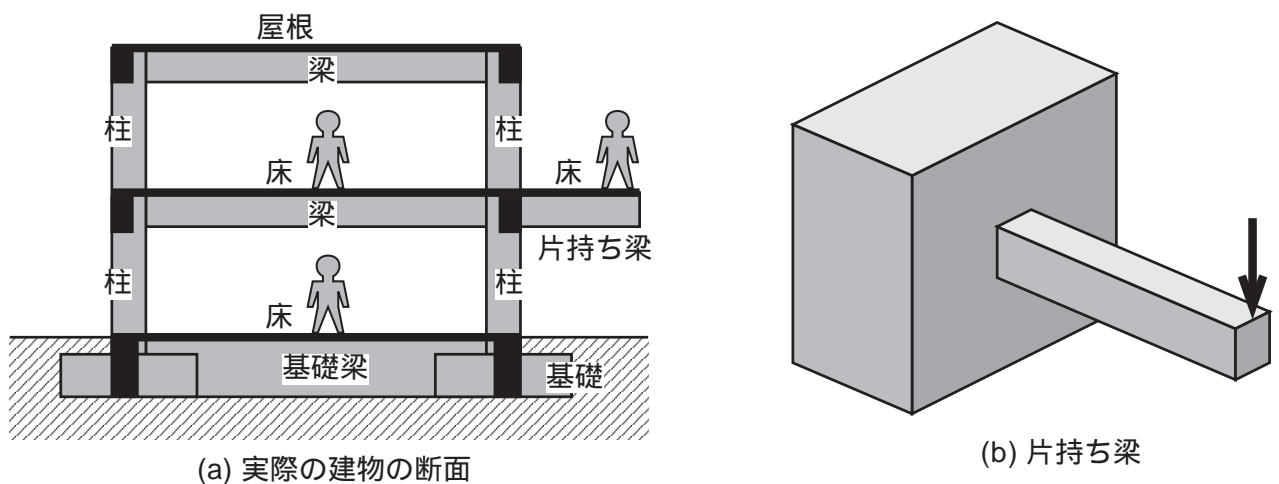

図 2.1.1 片持ち梁
(1) 第1章では、ドームや橋など大規模な構造物に用いられるトラス構造について学んだ。第2章からは、住宅、オフィスビルなど普通の建物で用いられる「梁」について学ぶ。梁とは、図2.1.1(a)のように、屋根や床を支える水平材である。特に、ベランダを支える梁のように、建物から突きだした梁を「片持ち梁」という。実際の片持ち梁ではそれを支える柱も多少たわむが、ここでは図2.1.1(b)のように頑丈な壁の中に埋め込まれた片持ち梁をイメージすることにする。本章では、このような梁がどのように曲がるのか、そして、どのくらいの強度があるかといった問題について考える。